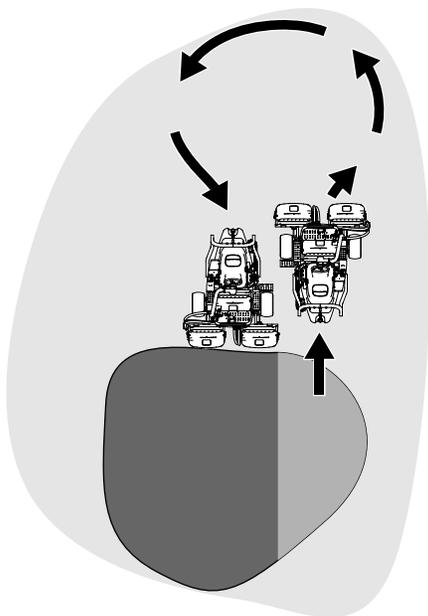

图 23
- 要缩短下一趟剪草的操作时间并方便剪出直线，应轻轻朝相反方向转动机器，然后再转向未剪部分。此动作是一个泪滴状的转弯（图 23），可将机器快速对齐，进行下一趟剪草。